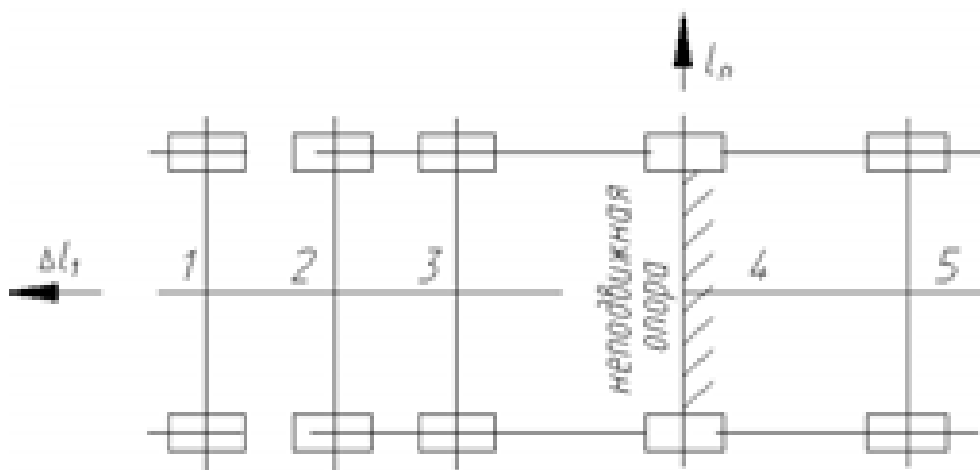

Рис.2.
5.2. С учетом тепловых расширений котла (см. Рис.2) сдвиньте нижние плиты опор топочного блока в сторону фронта и к наружным сторонам котла, а у конвективного блока – к задней стенке и также наружным сторонам.
5.6. Для наблюдения за расширением котла репера установите у опоры №1 (см. Рис.2).